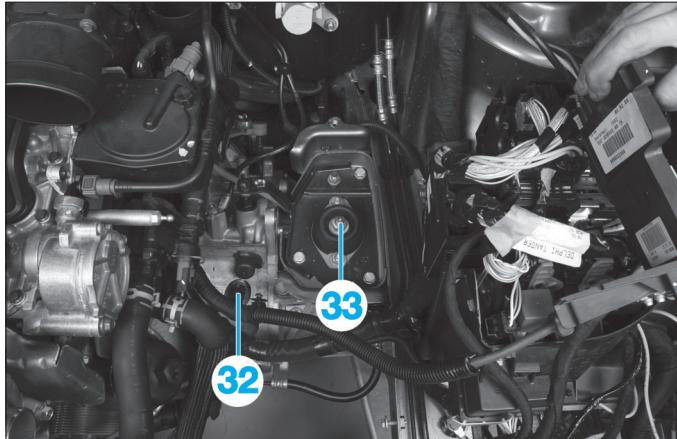

Fig. 99
- Débrancher le contacteur de feux de recul (32) (Fig.99).
- l'écrou (33),